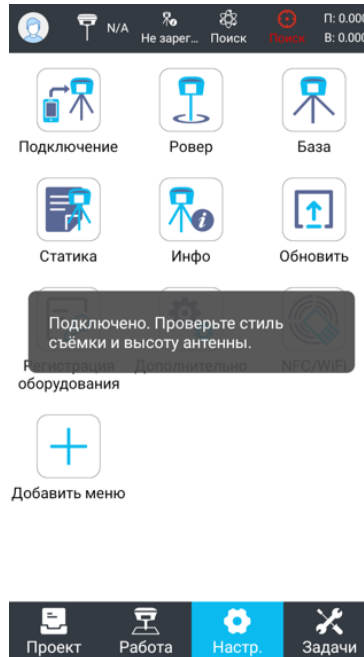

Рисунок 1.4.6
5. Проверка работоспособности (Рисунок 1.4.6)